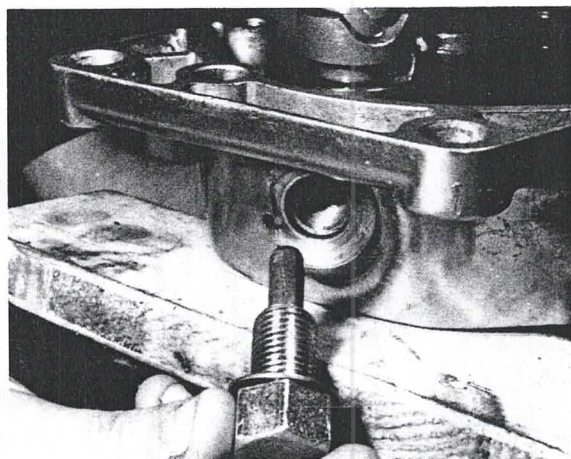

Bild 46
- Den Sicherungsdraht durchschneiden und die Hohl-schraube mit dem Raststift aus dem Kurbelgehäuse ausschrauben (Bild 46).